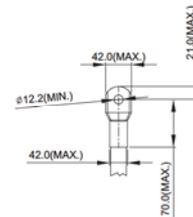

Рисунок 3
4. На рис. 3 и Рис. 4 дана спецификация термоусадочной трубки в соответствие с UL (600С, YDPU2).